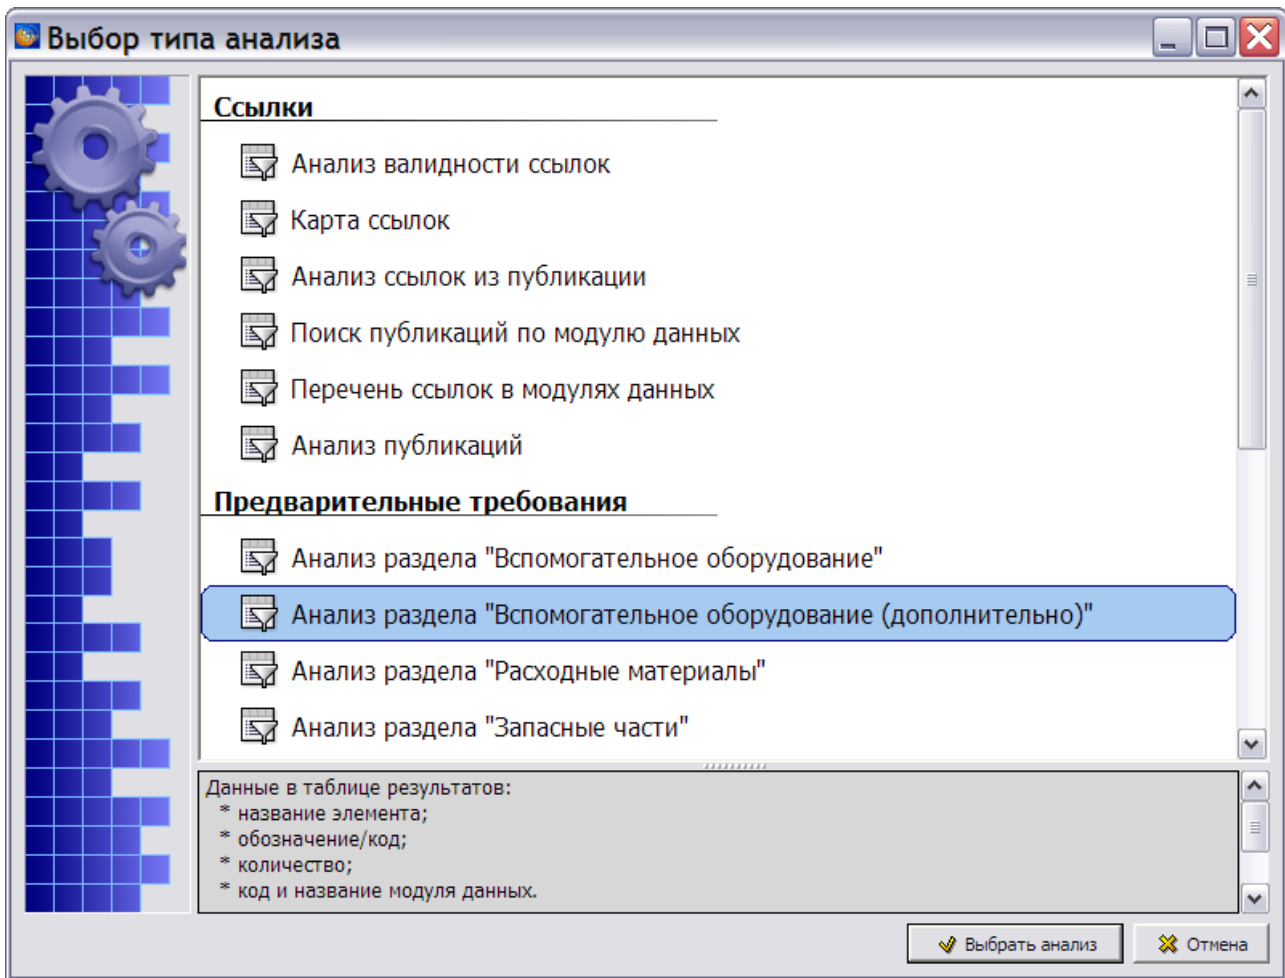

Рис. 21.115
1. В окне **Выбор типа анализа** укажите тип анализа «Дерево исходящих ссылок» (Рис. 21.115).
Если в анализируемой части проекта ЭД имеется хотя бы одна технологическая карта, в которой помимо вспомогательного оборудования имеется дополнительное вспомогательное оборудование, то добавляется соответствующий дополнительный тип анализа (Рис. 21.115).